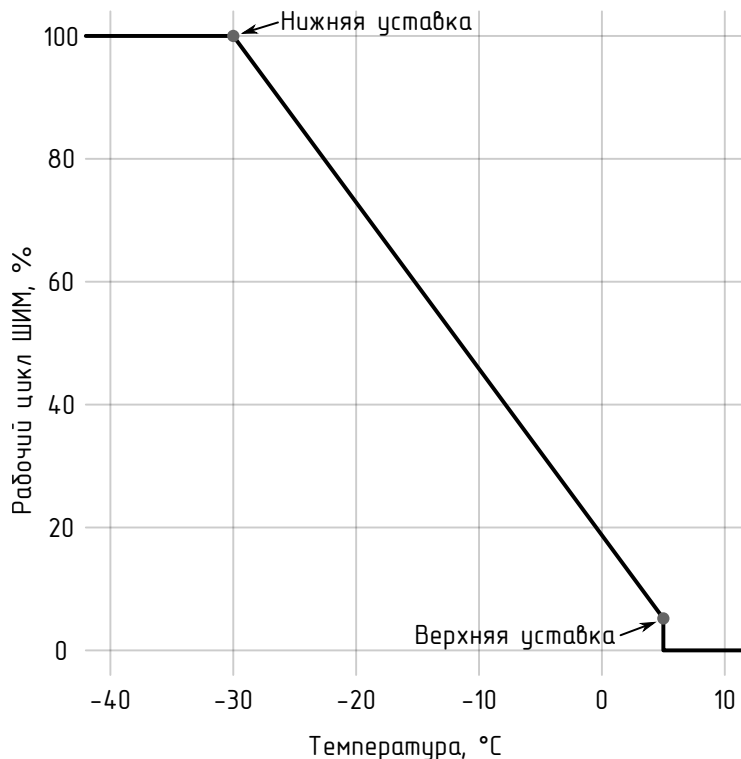

Рисунок 2.2 – Режим работы «Пропорциональный ШИМ»
- «**Proportional PWM**» («**Пропорциональный ШИМ**»). Длительность рабочего цикла ШИМ линейно интерполируется между двумя точками: верхней и нижней уставками (см. рисунок 2.2). Для каждой уставки задаются температура и длительность рабочего цикла. Если температура линии не превышает нижней уставки, значение рабочего цикла будет постоянно и равно значению в этой уставке. Если температура линии превышает верхнюю уставку, значение рабочего цикла будет нулевым, линия будет выключена.